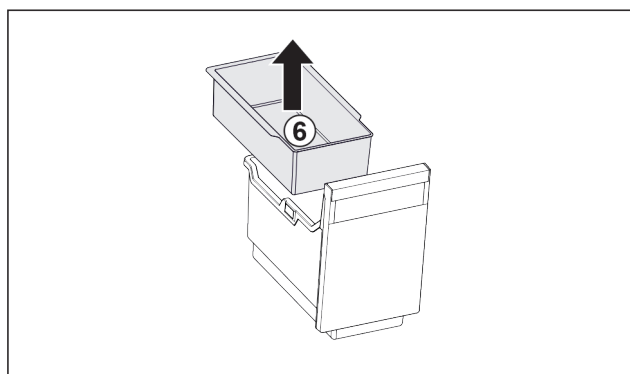

Fig. 195
- Rimuovere la vaschetta da agganciare Fig. 195 (6).